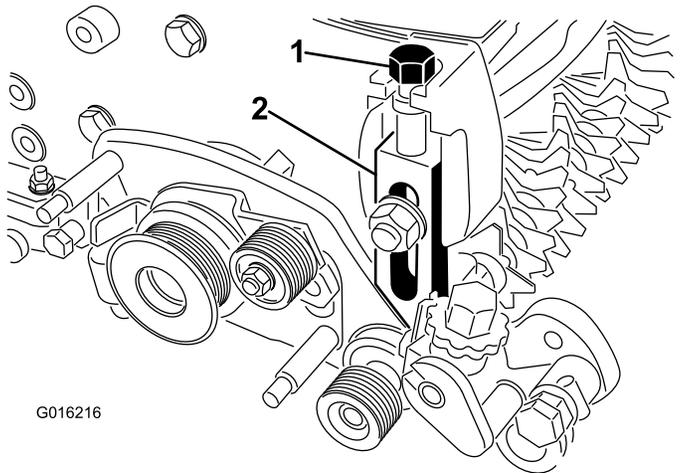

Figura 12
27. Enrosque el tornillo de ajuste de la altura de corte en la parte superior del brazo de ajuste derecho (Figura 12).
Nota: Asegúrese de que el extremo de la varilla del brazo de ajuste entre en el casquillo del orificio del conjunto de transmisión del groomer (Figura 12).
31. Enrosque el tornillo de ajuste de la altura de corte en la parte superior del izquierdo (Figura 12).
33. Instale el conjunto del brazo de ajuste derecho en la chapa lateral de la unidad de corte usando el perno avellanado y la tuerca existentes, y una arandela nueva (Figura 12).